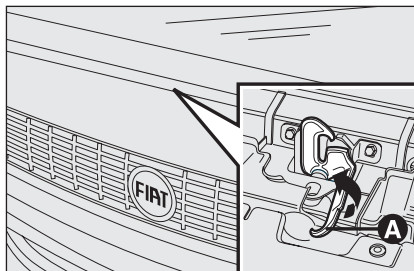

рис. 106
- Потяните рычаг **А-рис. 106**, как показано на рисунке;